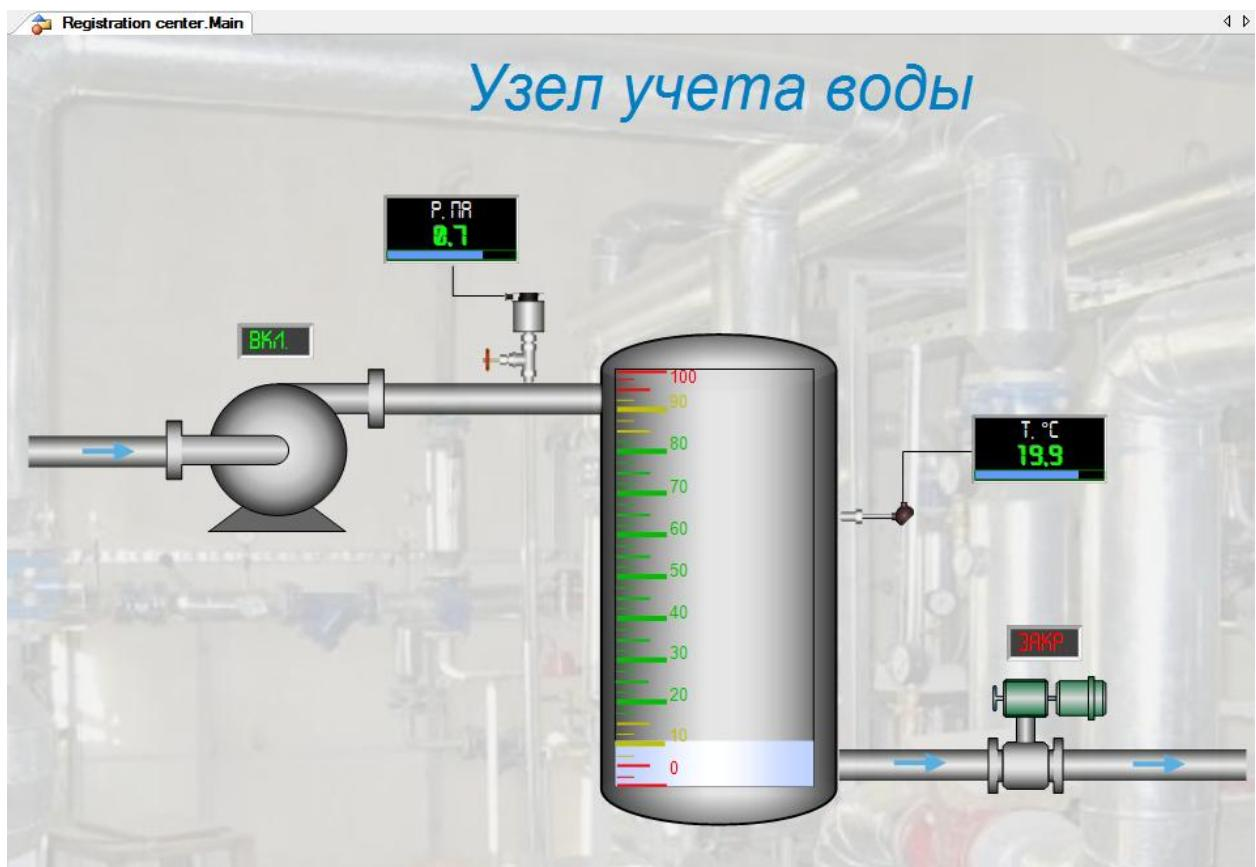

Рисунок 2.17 – Проект Waterflow registration center. Мнемосхема Registration center.Main
- 4 После запуска автоматически изменяются уровень и температура воды в емкости, давление в трубопроводе. Состояние насоса и задвижки отображаются на соответствующих табло (рисунок 2.17)..